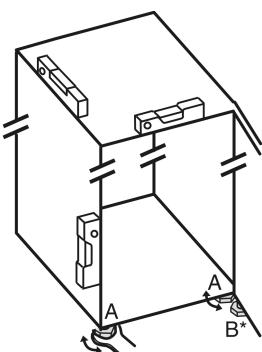

Fig. 5
- 用随附的开口扳手将垫脚 Fig. 5 (A)借助水平仪旋出，直至稳固、平坦对齐冰箱。
- 使用随附的开口扳手旋出托架上的垫脚 Fig. 5 (B)，直至垫脚平置于地板。
► 将垫脚 Fig. 5 (B)继续旋转 90°。